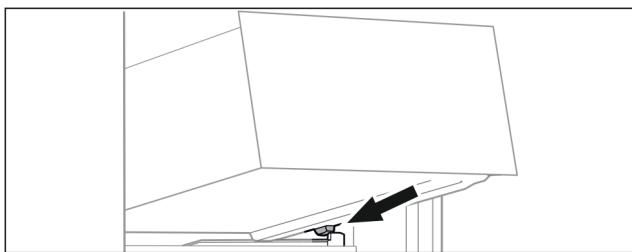

Fig. 71
- Stavite ladicu ukoso iza zaustavljača na žlijeb spremnika. (pogledajte Fig. 71)